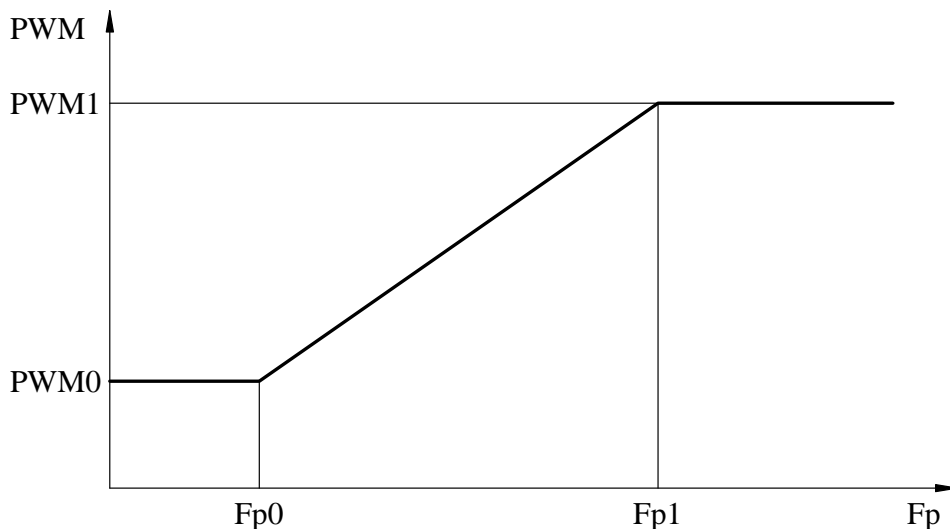

Рис. 7. Зависимость выходного относительного напряжения от частоты и табличных параметров.
3.8.9. Тип 4 – параметры кривой выходного относительного напряжения ($PWM=f(Fp)$) (рис.7) и дополнительные параметры.